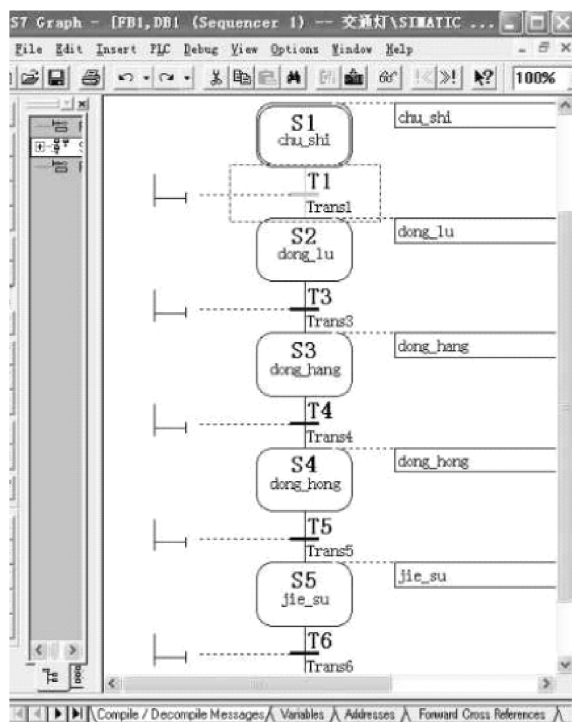

图 6-28 插入并行分支
2) 打开 FB1 并在里面插入单序列的 5 个步，如图 6-28 所示。